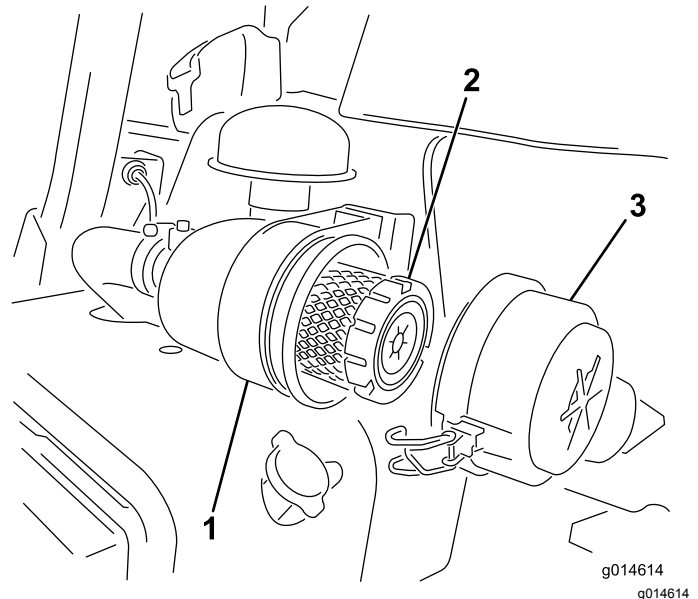

Bild 44
1. Lösen Sie die Riegel, mit denen die Abdeckung an der Luftfilterabdeckung befestigt ist (Bild 44).
- Befestigen Sie die Laschen (Bild 44).